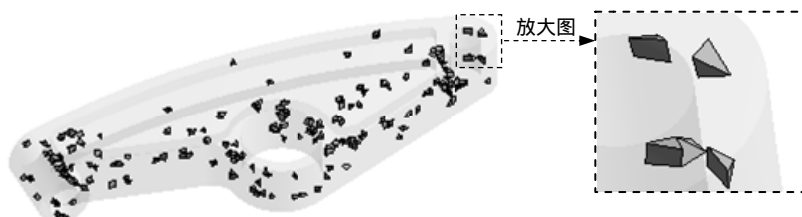

图 4.5.6 四棱锥单元
- ◆  Pyr13 图例：表示 13 单元节点的四棱锥单元，单击图表中对应颜色的柱状图，在图形区显示所有四棱锥单元，如图 4.5.6 所示。